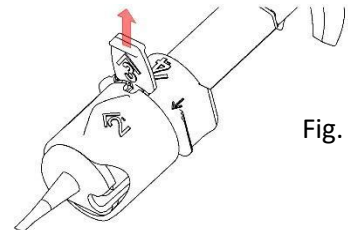

Fig. 2b
6. Ziehen Sie den roten Stopper heraus (siehe "3" in Fig. 2b) und entsorgen Sie ihn.